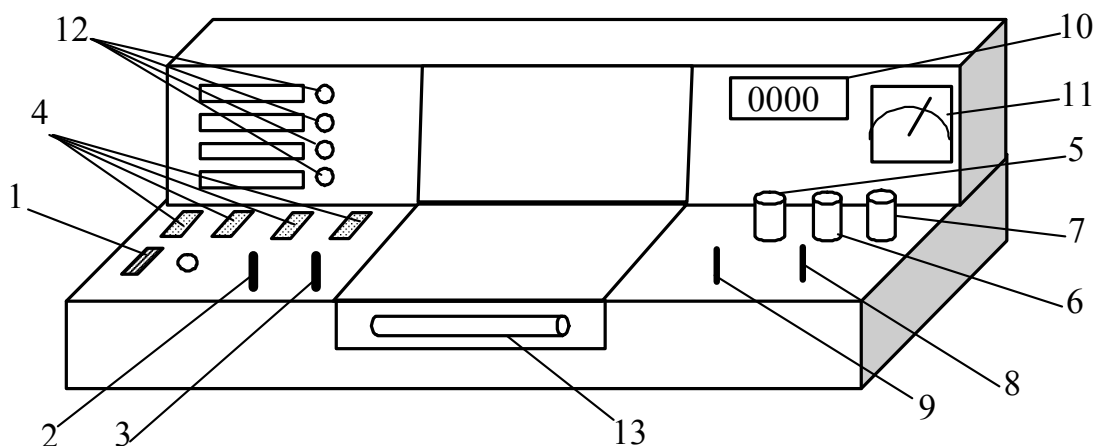
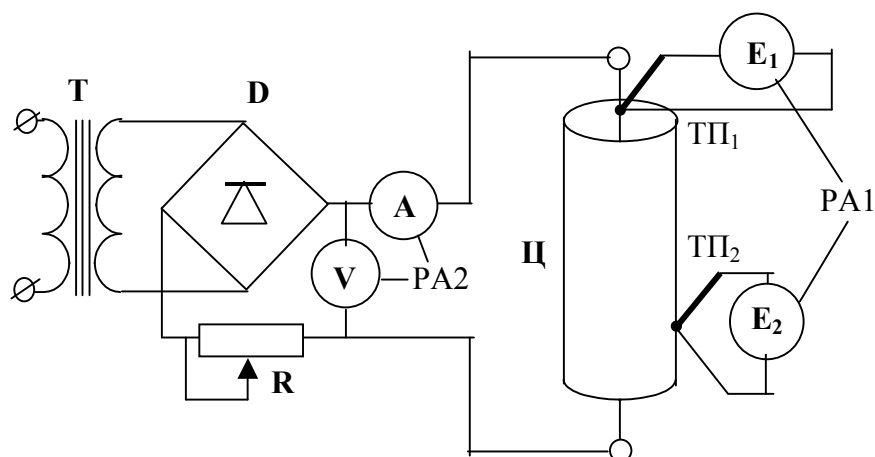

Рисунок 4.1 – Внешний вид лабораторной установки.
Рисунок 4.2 - Электрическая схема рабочего узла
Установка для проведения экспериментов представляет собой настольный блок, внешний вид которого схематически представлен на рис. 4.1. На горизонтальной панели расположены органы управления, на вертикальной – контрольно-измерительные приборы. К органам управления относятся: выключатель 1 «Сеть»; рукоятки 2, 3 «Давление», «Реверс» управления электроприводом (в данной работе не используются); кнопки 4 выбора лабораторной работы, рукоятки 5 «Накал лампы», 6 «Напряжение анода», 7 «Нагрев нити»; переключатели 8, 9 режимов работы измерительных приборов 10, 11. Лампочки 12 служат для индикации выбранной лабораторной работы. Цилиндр 13 с нитью, используемый в настоящей работе, находится под оргстеклом в передней части установки. Электрическая схема узла, предназначенного для проведения эксперимента, показана на рис. 4.2.
5.1 Убедиться, что все органы управления находятся в исходном состоянии: выключатель 1 и кнопки 4 (Рис. 4.1) выключены.
- 5.4 Вращая рукоятку «Нагрев нити» против часовой стрелки, установить минимальный ток через нить накала. Выждать 2 – 3 минуты и занести значения тока I , напряжения U с прибора 11 (рис.4.1) и показания термопар E_1 , E_2 с прибора 10 в таблицу 5.1.
- 6.5 Включить питание лабораторной установки кнопкой 1 «Сеть» (Рис. 4.1). При этом загорится сигнальная лампочка, расположенная рядом с кнопкой 1. Одной из кнопок 4 включить работу «Теплопроводность воздуха», после чего загорится одна из сигнальных лампочек 12, и в окнах стенда $U_n, I_n, P_n, TЭДС_{нити}, TЭДС_{цил}$ появятся соответствующие величины.